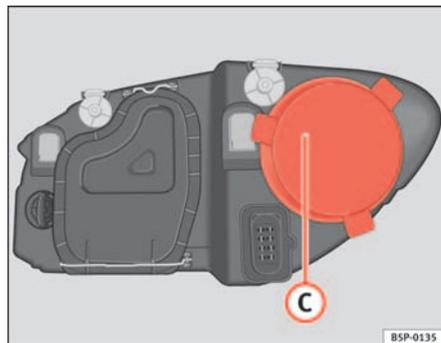

Fig. 177 Luz de carretera
- Retire la tapa ⇒ fig. 177 C tirando de la misma.